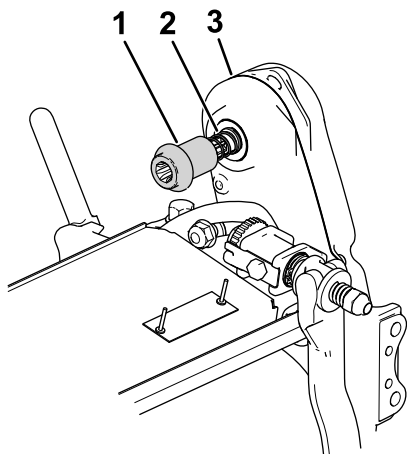

Figure 7
4. Installez le coupleur et le ressort sur le système d'entraînement du cylindre de l'unité de coupe (Figure 7).
5. Assurez-vous que le coupleur (Figure 7) peut coulisser facilement sur l'arbre d'entraînement de la transmission.